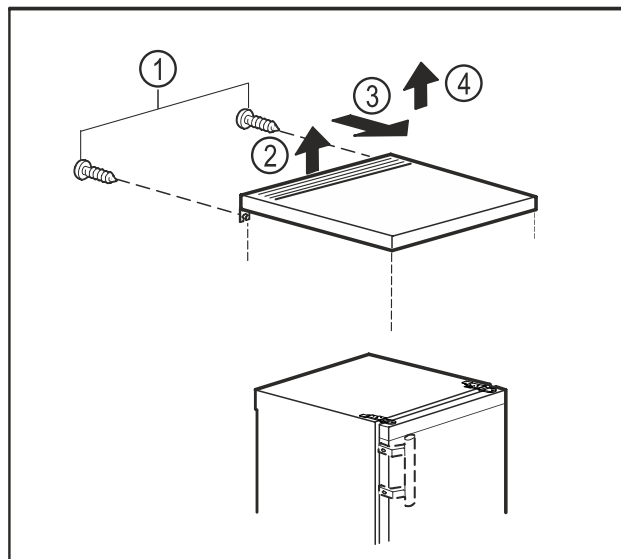

Fig. 6
- ▶ Wyjąć śruby ze ściany tylnej. Fig. 6 (1)
- ▶ Unieść płytę stołu z tyłu. Fig. 6 (2)
- ▶ Przesunąć płytę do przodu. Fig. 6 (3)
- ▶ Unieść płytę stołu do góry. Fig. 6 (4)